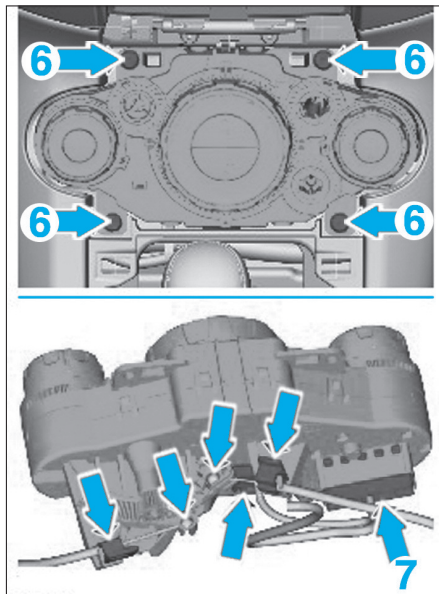

Fig. 26
- Déposer les vis (6) fixant le panneau de commande de climatisation (Fig.26).
- Débrancher le connecteur (7).